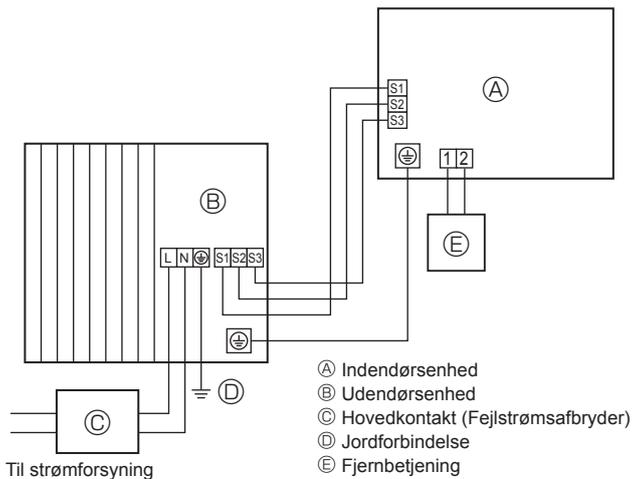
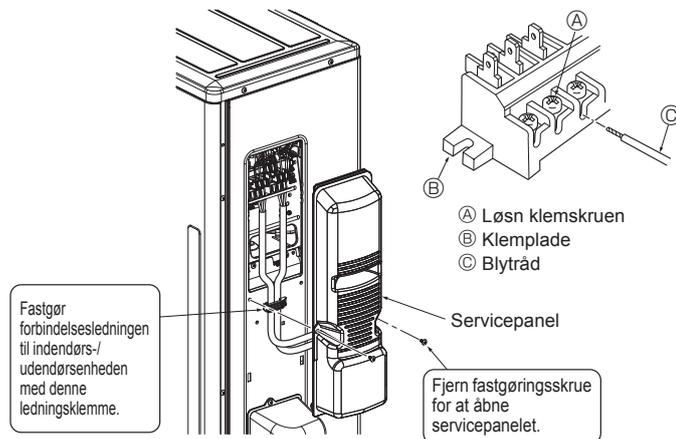
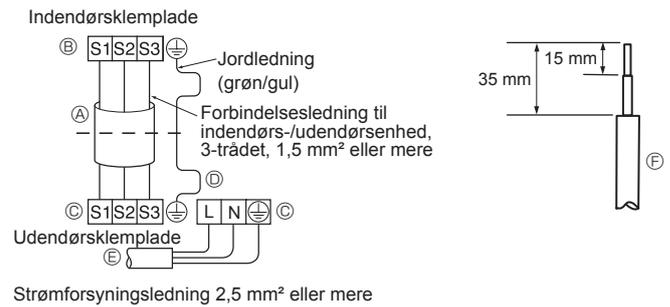

Fig. 6-1
Fig. 6-3
Fig. 6-2
### 6.1. Udendørsenhed (Fig. 6-1, Fig. 6-2, Fig. 6-3)
- ① Fjern servicepanelet.
- ② Træk kablerne som vist i Fig. 6-1, Fig. 6-2, og Fig. 6-3.
- Ledningerne trækkes som vist nederst til venstre i diagrammet. (Kabel fremskaffes lokalt) (Fig. 6-2)